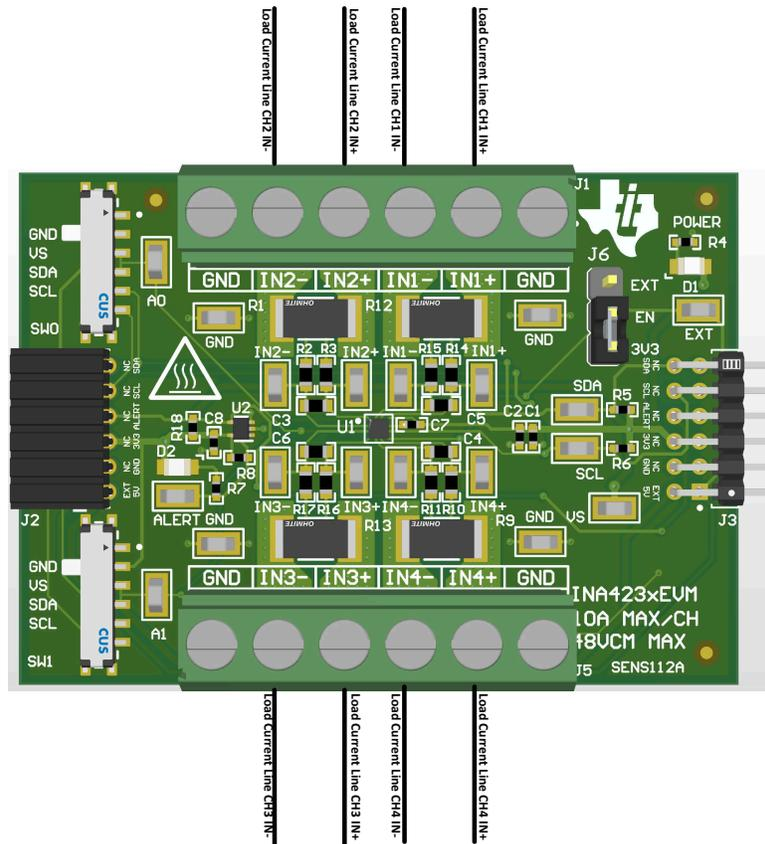

図 2-4. IN+ と IN- の配線 (10A 以下の場合)
- a. 図 2-4 に示すように、IN+ 入力と IN- 入力を接続する R1、R12、R13、R9 のパッドの間に 2512 の抵抗を半田付けします。